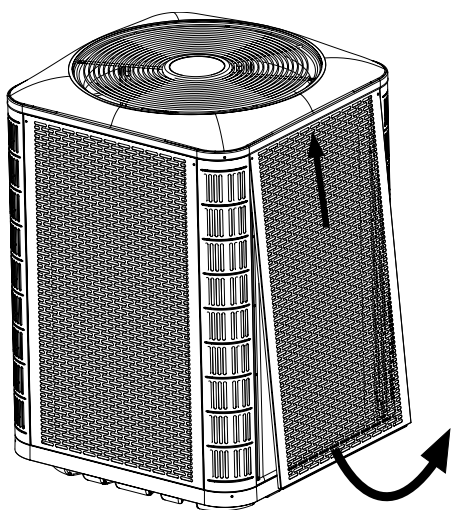
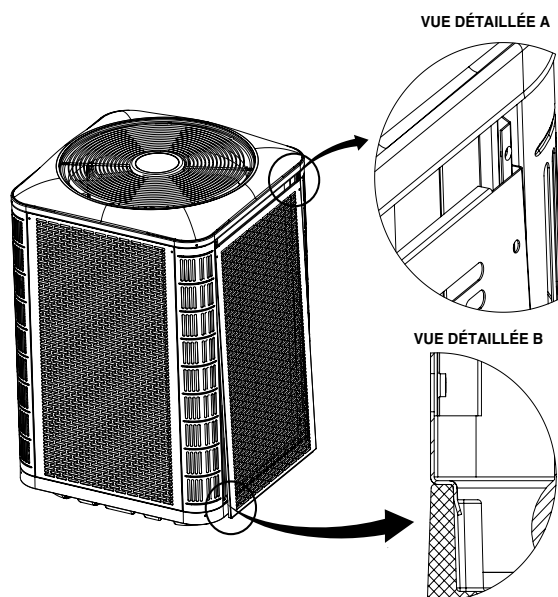

Figure 4. Désassemblage du panneau
Figure 5. Installation du panneau
- Pour accéder aux composants internes de l'appareil, consultez la Figure 4 pour désassembler le panneau et la Figure 5 pour installer le panneau.
2. Glissez le panneau vers le haut et le bac supérieur pour dégager la bride inférieure du bac inférieur. Voyez la Figure 4.
1. Insérez les coins supérieurs des brides latérales du panneau dans les rainures du montant de coin, tel que montré dans la Vue détaillée A à la Figure 5.